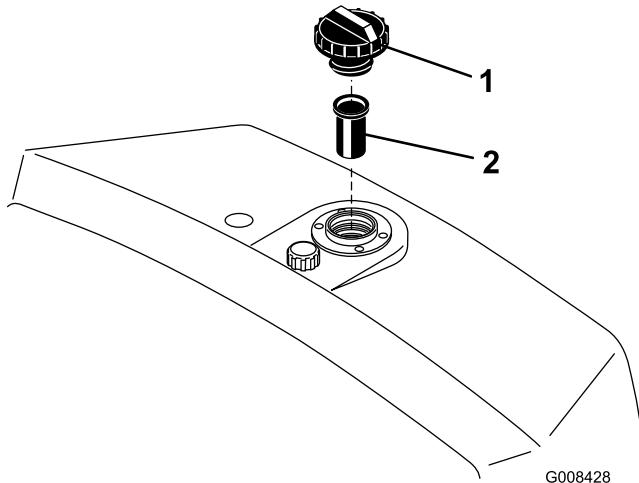

Figure 33
2. Retirez le bouchon du réservoir et vérifiez le niveau de liquide. L'huile doit arriver au bas de la crêpine dans le goulet de remplissage (Figure 33).